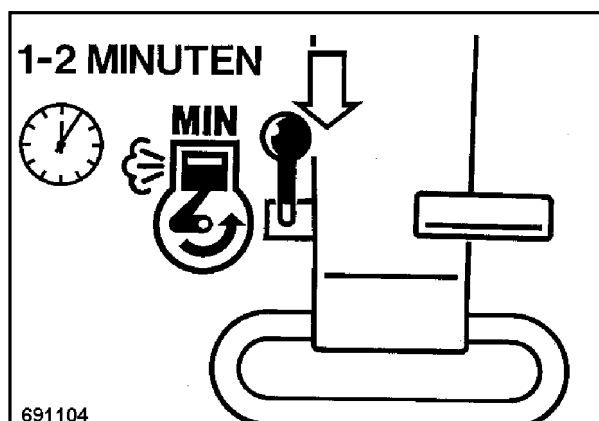

Fig. 1
- Colocar la palanca reguladora de revoluciones en posición "Min" (Fig. 1), y hacer funcionar el motor en marcha al vacío durante un tiempo breve.